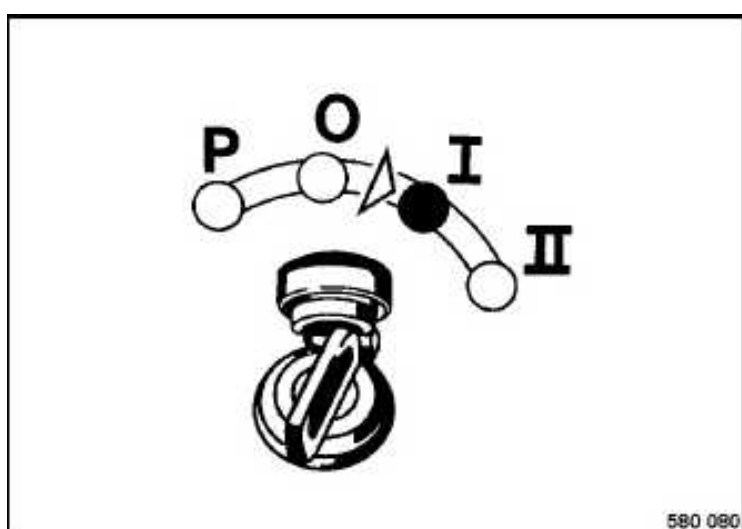

Fig. 41
- Girar la llave de encendido (Fig. 41) a posición "I".